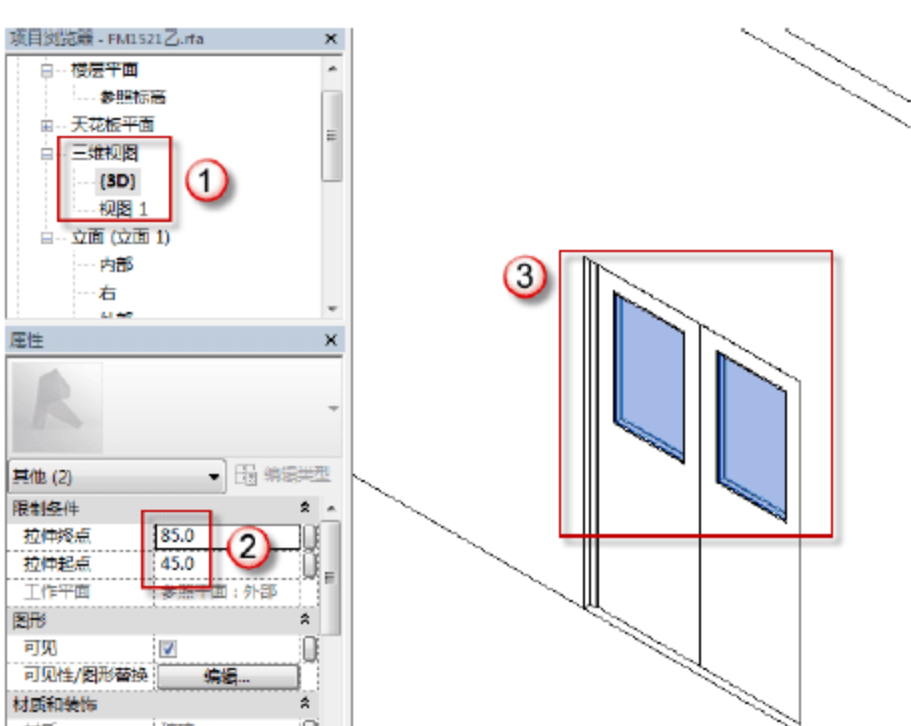

图 6.2.63 FM1521 乙中部窗户玻璃的位置及厚度
(23) 修改 FM1521 乙中部窗户玻璃的位置及厚度。选择“项目浏览器”中的“立面（立面 1）”→“{3D}”选项，可以进入窗洞的 3D 视图。选择绘制好的玻璃，打开“属性”面板，在“拉伸终点”中输入“85”字样，在“拉伸起点”中输入“65”字样，如图 6.2.63 所示。